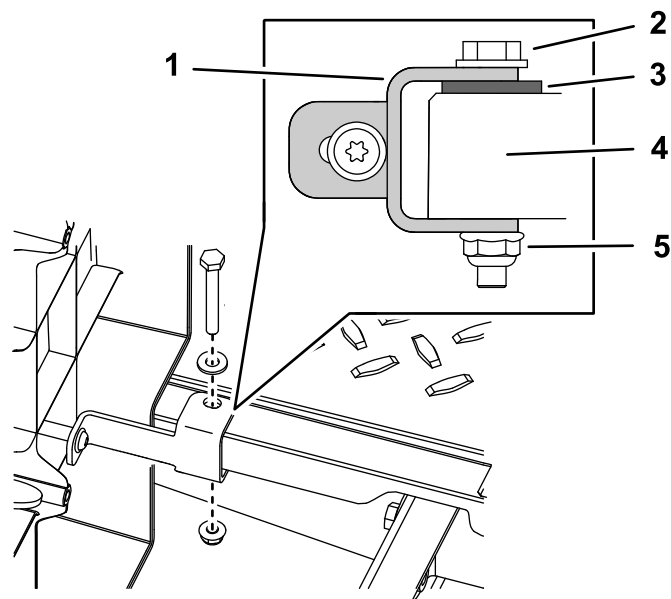

Figura 6
1. Utilize o parafuso, anilha e porca que removeu previamente da placa do piso e utilize-os para instalar a anilha do kit entre a abraçadeira e a placa do piso (Figura 6). Repita o passo para a abraçadeira esquerda da placa do piso.
1. Encaminhe a cablagem por trás da cabina e debaixo do banco e prenda o clipe na cablagem ao painel lateral (Figura 6).